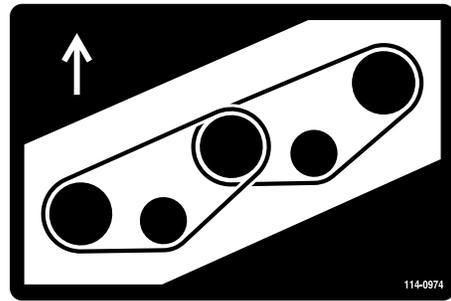
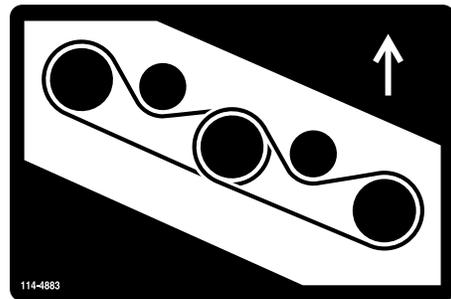

図 131
図 132
7. スピンドルプーリとアイドルプーリアセンブリに新しいベルトを回しかける 図 131 と 図 132。